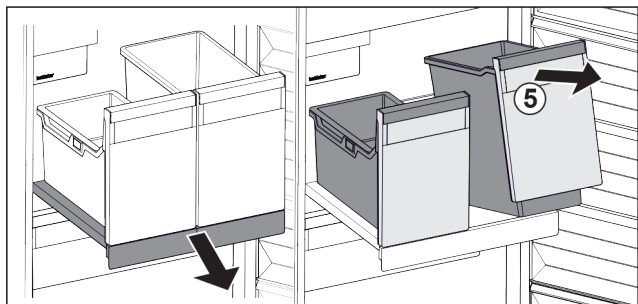

Fig. 100
- ▶ Lyft behållaren Fig. 100 (5) fram till.